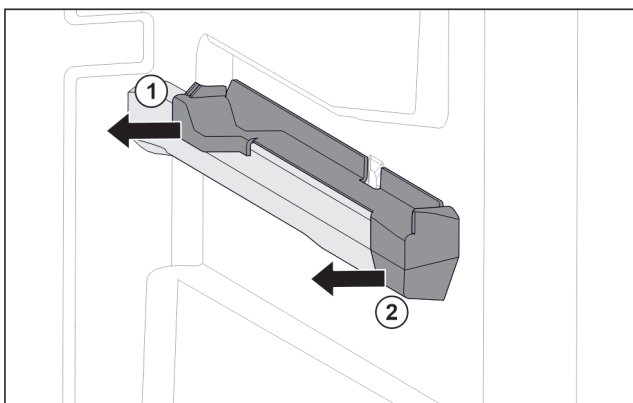

Fig. 140 Elemento inseribile sulla nervatura destra del contenitore
- Estrarre l'elemento inseribile dal lato posteriore di lato. Fig. 140 (1)
- Estrarre l'elemento inseribile dal lato anteriore di lato. Fig. 140 (2)